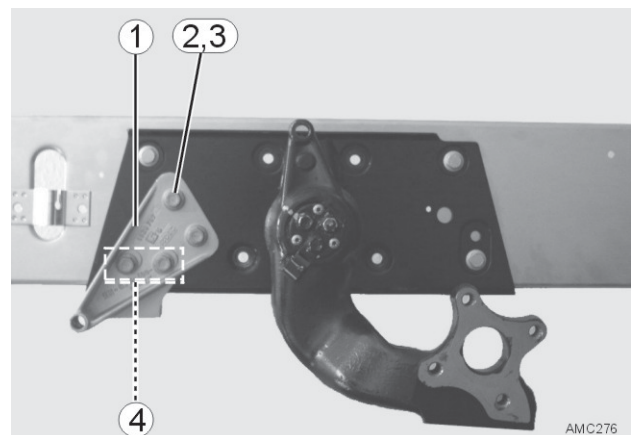
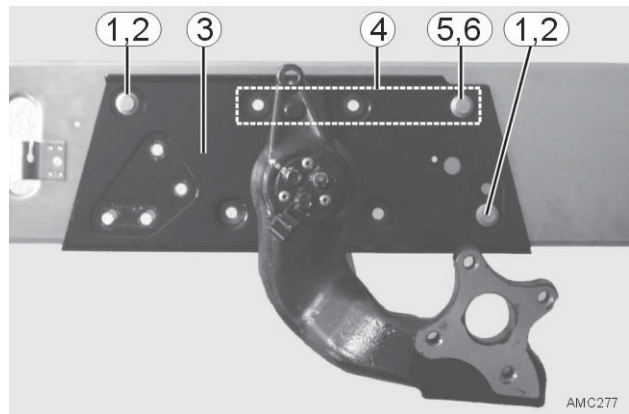

Bild 57
Bild 58
7. Vier Sicherungsmuttern M12x1,5 (Bild 57 - 2), von der Rahmeninnenseite aus abschrauben, Winkel (Bild 57 - 4) abnehmen, Sechskantschrauben M12x1,5x40 (Bild 57 - 3) mit Stoßdämpferhalter (Bild 57 - 1) abnehmen.
8. Eine Sicherungsmutter M12x1,5 ( Bild 58 - 5), von der Rahmeninnenseite aus abschrauben und Sechskantschraube M12x1,5x35 (Bild 57 - 2) herausnehmen.
9. Verstärkungsblech (Bild 58 - 4) von der Rahmeninnenseite aus abnehmen.
10. Zwei Sicherungsmuttern M12x1,5 ( Bild 58 - 1) von der Rahmeninnenseite aus abschrauben, Sechskantschrauben M12x1,5x35 (Bild 58 - 2) herausnehmen und komplette Achse (Bild 58 - 3) abnehmen.